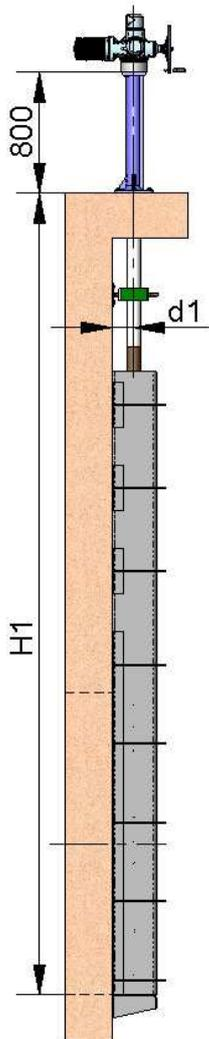

fig. 19
- La colonne de manœuvre standard est de 800 mm de hauteur (fig. 19).